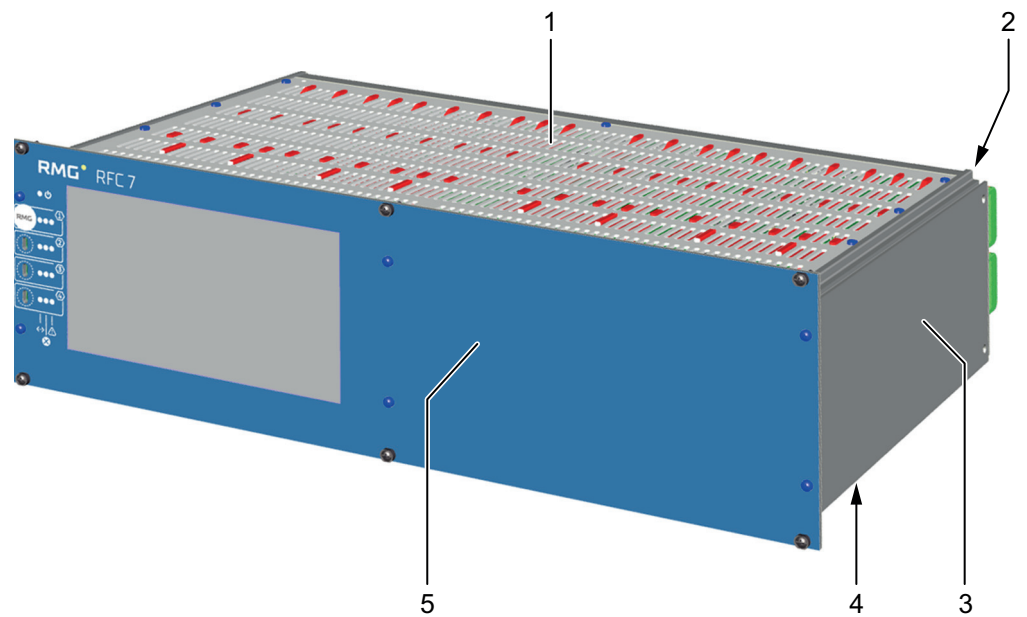

图 5: RFC 7 – 19" 壳体, 用于 3 至 4 个 Stream
- 19” 壳体，用于 3 – 4 个 **Stream**，见图 5